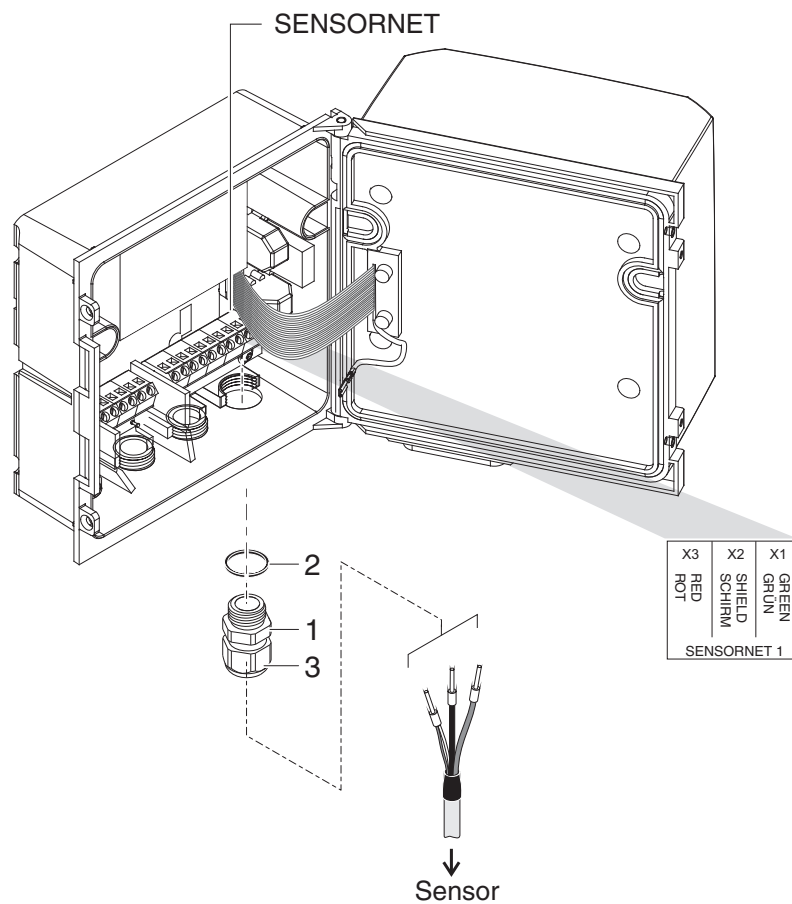

Bild 3-1 Kabel anschließen (Beispiel DIQ/S 281-CR2)
- 2 An der Position für den Anschluss SENSORNET (siehe Klebeschild im Gehäuseboden) die Kabelverschraubung (Nr. 029 212, Pos. 1 in Bild 3-1) mit der Dichtung (Pos. 2) in das Gehäuse einschrauben.
- 3 Die Überwurfmutter (Pos. 3 in Bild 3-1) lockern.
- 6 Die Überwurfmutter (Pos. 3 in Bild 3-1) festziehen.